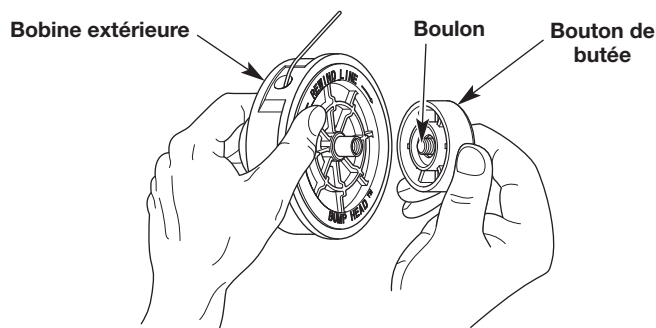

Fig. 10
1. Tenez la bobine extérieure d'une main et dévissez le bouton de butée dans le sens horaire inverse (Fig. 10).